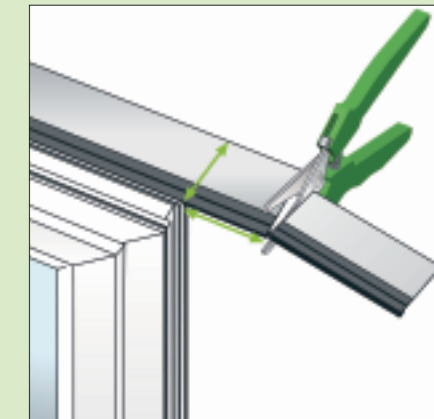

Bild 6: Folie im Eckbereich mit einem Breitenüberstand abschneiden
- Folie auf der ganzen Seite des Fensters einbringen. Im Eckbereich die Folie, mit einem Überstand der Folienbreite, abschneiden (Bild 6).